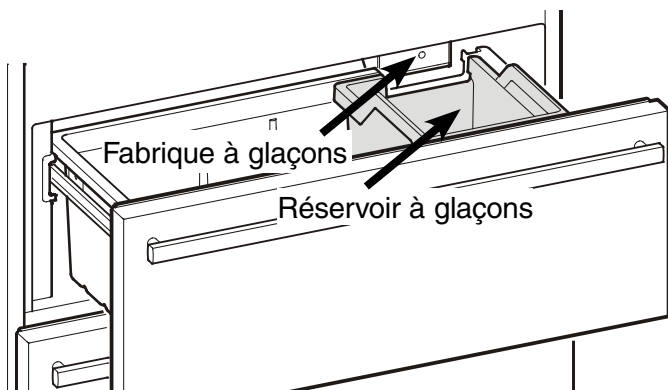

Figure 20
- La fabrique à glaçons ne peut fabriquer des glaçons que si le tiroir supérieur du congélateur est complètement fermé et le réservoir à glaçons correctement installé (**Figure 20**).
Les glaçons tombent de la fabrique à glaçons dans le réservoir à glaçons (**Figure 20**). A partir d'une certaine quantité, la production de glaçons s'arrête automatiquement.
S'assurer que le tiroir supérieur du congélateur est complètement fermé et que le réservoir à glaçons est installé correctement (**Figure 20**).